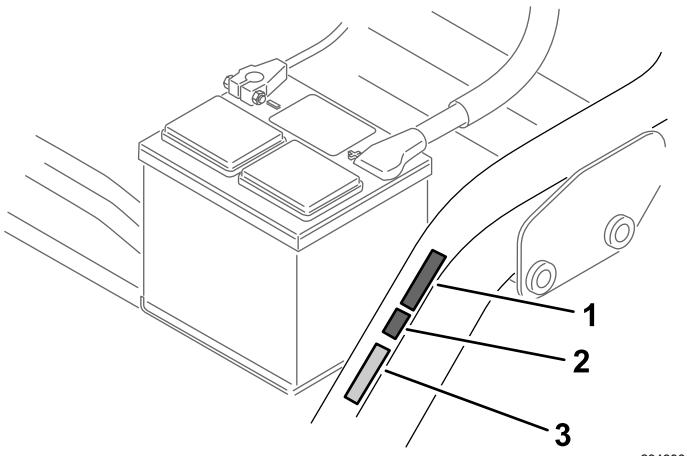

図 15
- シリアル番号プレートの隣に CE マークを貼り付ける図15。
- CE マークの隣に CE 製造年ステッカーを貼り付ける図 15。